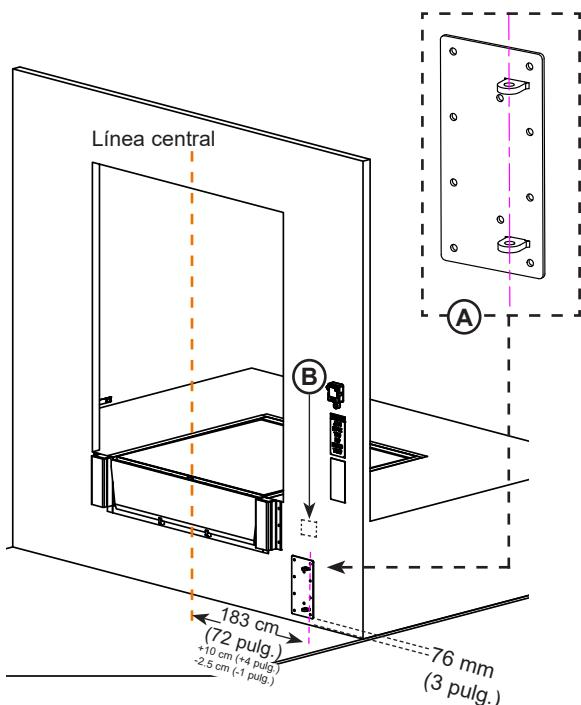

Figura 6
1. Coloque los ojales de la placa de montaje en pared (**A**) a la distancia mencionada en la inspección del sitio, medida desde la línea central del nivelador de muelle. Consulte la **Figura 6**.